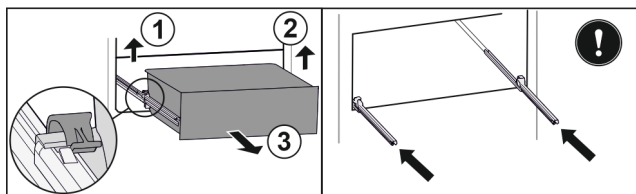

Fig. 102
- ▶ Podignite lijevu stezaljku i istovremeno izvucite ladicu lijevo prema naprijed. Fig. 102 (1)
- ▶ Podignite desnu stezaljku i istovremeno izvucite ladicu desno prema naprijed. Fig. 102 (2)
- ▶ Izvadite ladicu prema naprijed. Fig. 102 (3)